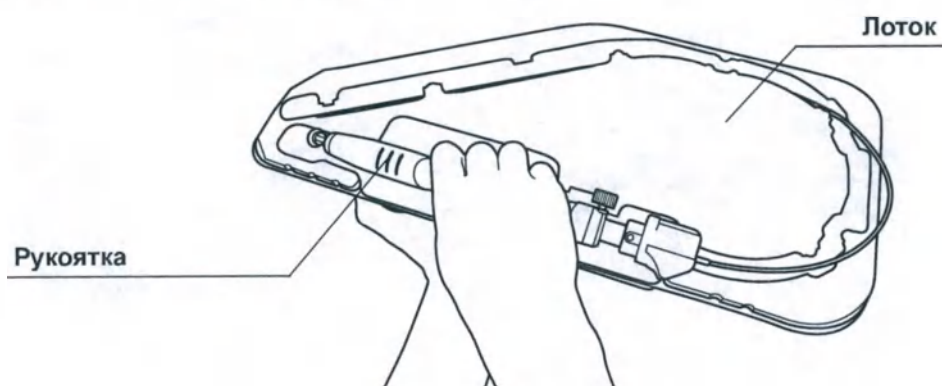

Рисунок 1
- 1 Придерживая лоток одной рукой, возьмите другой рукой рукоятку и выньте ее из лотка. (См. рис. 1)